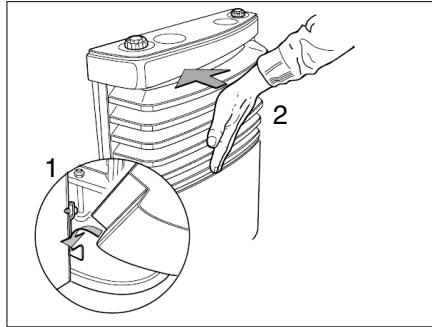

Fig. 104 Mettre en place le revêtement du chauffage
- Monter le revêtement du chauffage A cet effet, accrocher le revêtement dans les paliers inférieurs (Fig. 104,1).
- Faire basculer le revêtement jusqu'à ce que le levier de verrouillage se verrouille de manière audible (Fig. 104,2).